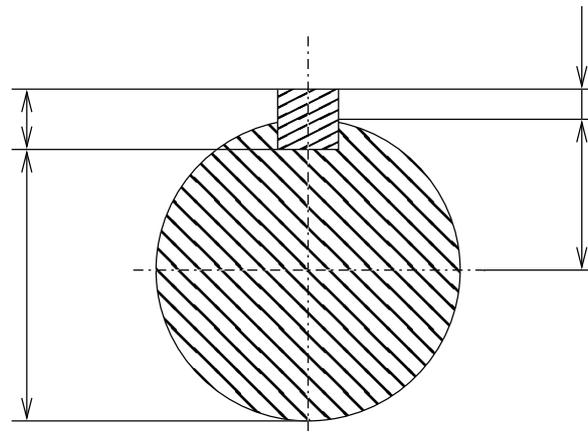

FIG. 4 – Schéma à compléter précisant les dimensions utiles.
6) Pour un couple sur l'axe du mandrin de 15.8 N.m, déterminez la pression subie par la clavette usuelle (6); Vous complétez la FIG. 4 en précisant les cotes.